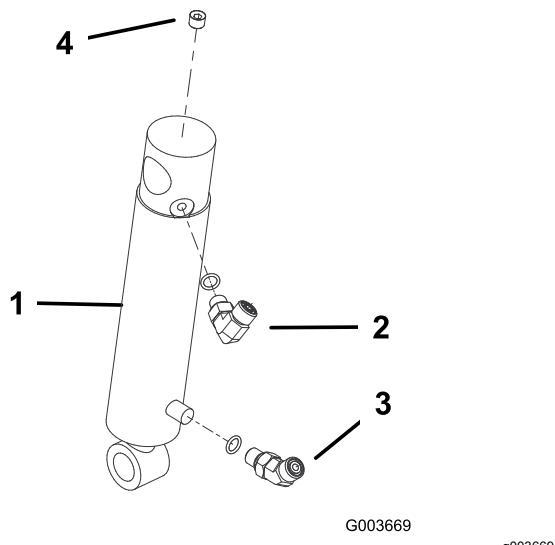

图 17
1. 将 90°接头拧入液压油缸的上端口。如**图 17**所示放置接头。
2. 将 45°接头拧入液压油缸的下端口。如**图 17**所示放置接头。